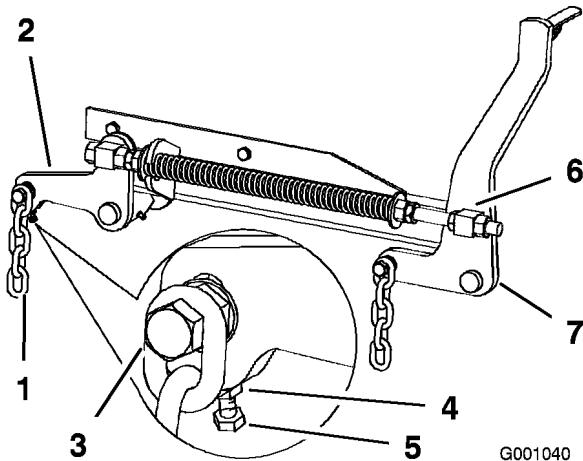

Figure 58
7. Si la distance mesurée au point B ou C n'est pas correcte, desserrez le boulon de fixation de la chaîne arrière au bras de support arrière (Figure 58).
8. Desserrez l'écrou de blocage sous le bras de support arrière et agissez sur le boulon de réglage de manière à obtenir une distance de 79 à 83 mm (Figure 58).
7. Desserrez d'environ 13 mm les écrous de blocage à l'avant des pivots avant gauche et droit (Figure 58).
8. Réglez les écrous de relevage sur les côtés gauche et droit de la machine de manière à abaisser l'avant de 6 à 10 mm au point **A** par rapport au point **B** à l'arrière (Figure 58).